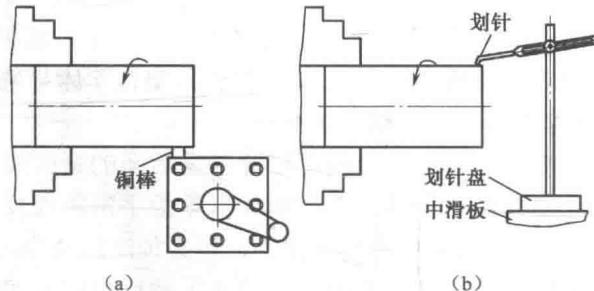

图 1.1.7 毛坯的找正
(1) 目测粗略找正：启动车床，转速约 250 r/min，注视工件上表面晃动的虚影，用木槌轻敲上跳的表面虚影，直到工件转动平稳为好。
(2) 用铜棒靠正：如图 1.1.7 (a) 所示，刀架上装夹一根铜棒（或其他软质材料），启动车床，转速约 100 r/min，移动中滑板使铜棒缓慢靠近工件表面，直到工件旋转稳定为好。
(3) 用划针盘找正：如图 1.1.7 (b) 所示，划针盘放在中滑板上，调整划针尖靠近工件上表面，手动缓慢转动卡盘，注视工件上表面与划针尖的距离，用木槌轻敲工件找正，反复检查。